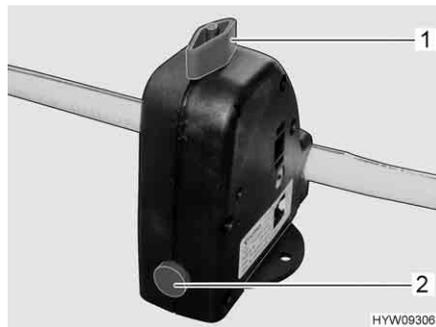

Bild 193 Sicherheits-/Ablassventil (Boiler)
Der Boiler ist mit einem Sicherheits-/Ablassventil (Bild 193) ausgestattet. Das Sicherheits-/Ablassventil verhindert, dass das Wasser im Boiler einfriert, wenn bei Frost die Heizung nicht eingeschaltet ist.
- Sicherheits-/Ablassventil schließen. Dazu den Drehknopf (Bild 193,1) quer zum Sicherheits-/Ablassventil drehen und den Druckknopf (Bild 193,2) hineindrücken.
- Sicherheits-/Ablassventil öffnen. Dazu den Drehknopf (Bild 193,1) längs zum Sicherheits-/Ablassventil drehen. Der Druckknopf (Bild 193,2) springt heraus. Der Boiler wird über das Sicherheits-/Ablassventil nach außen entleert.